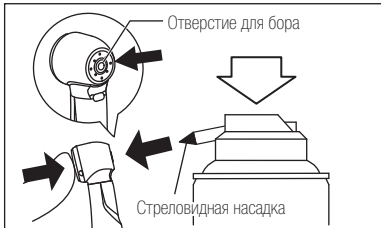

Рис. 10
- Смазывайте цангу в течение от 1 до 2 секунд непосредственно через отверстие для установки бора (Рис.10).